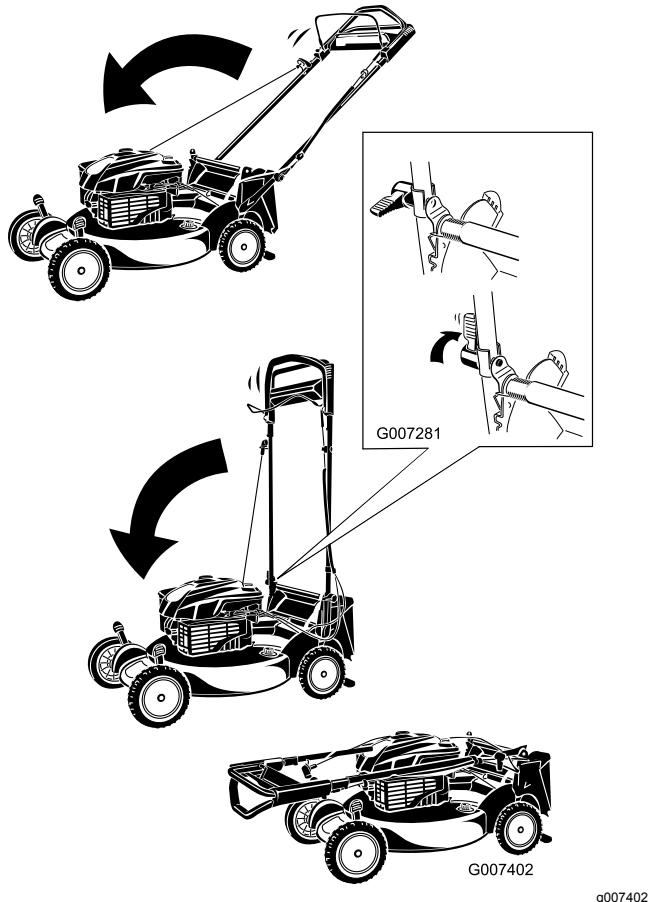

Bild 46
1. Drehen Sie den Holm nach vorne (Bild 46).